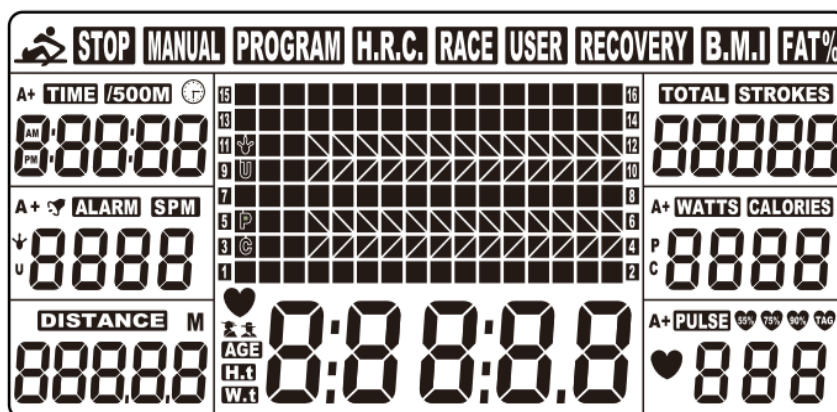

Fig. 1
1. Installare 2 batterie PCS AA (incluse) e il contatore emette un segnale acustico per 2 secondi (Fig. 1).